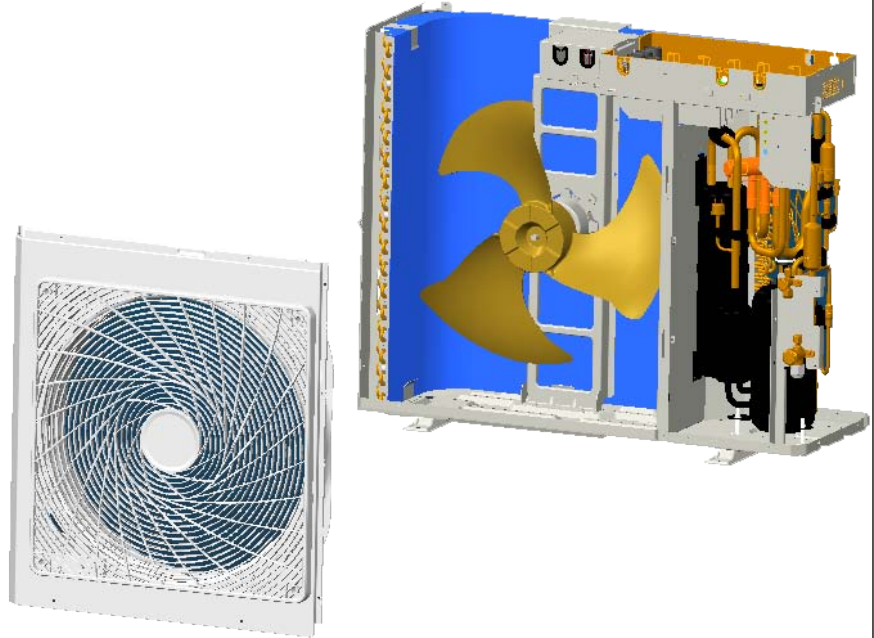

Fig. 3
- Afloje los tornillos y sacar el panel frontal izquierdo (rejilla incluida) (Fig. 3)